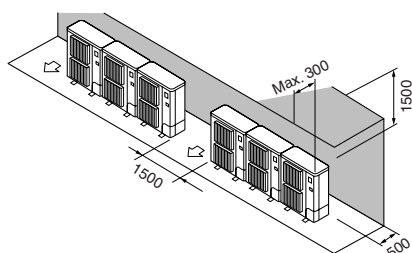

Fig. 2-9
- ② Enbart hinder på baksidan och ovsidan (Fig. 2-9)